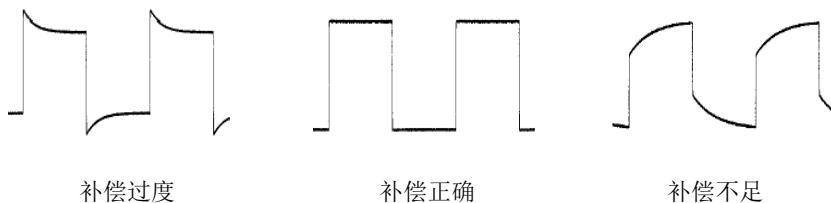

图 1-10 探头补偿
2. 检查所显示的波形形状并与图 1-10 所得波形进行对比。
3. 使用附件中提供的探头补偿调节棒调整探头上的低频补偿调节孔，直到显示的波形如上图 1-10 所示的“补偿正确”。